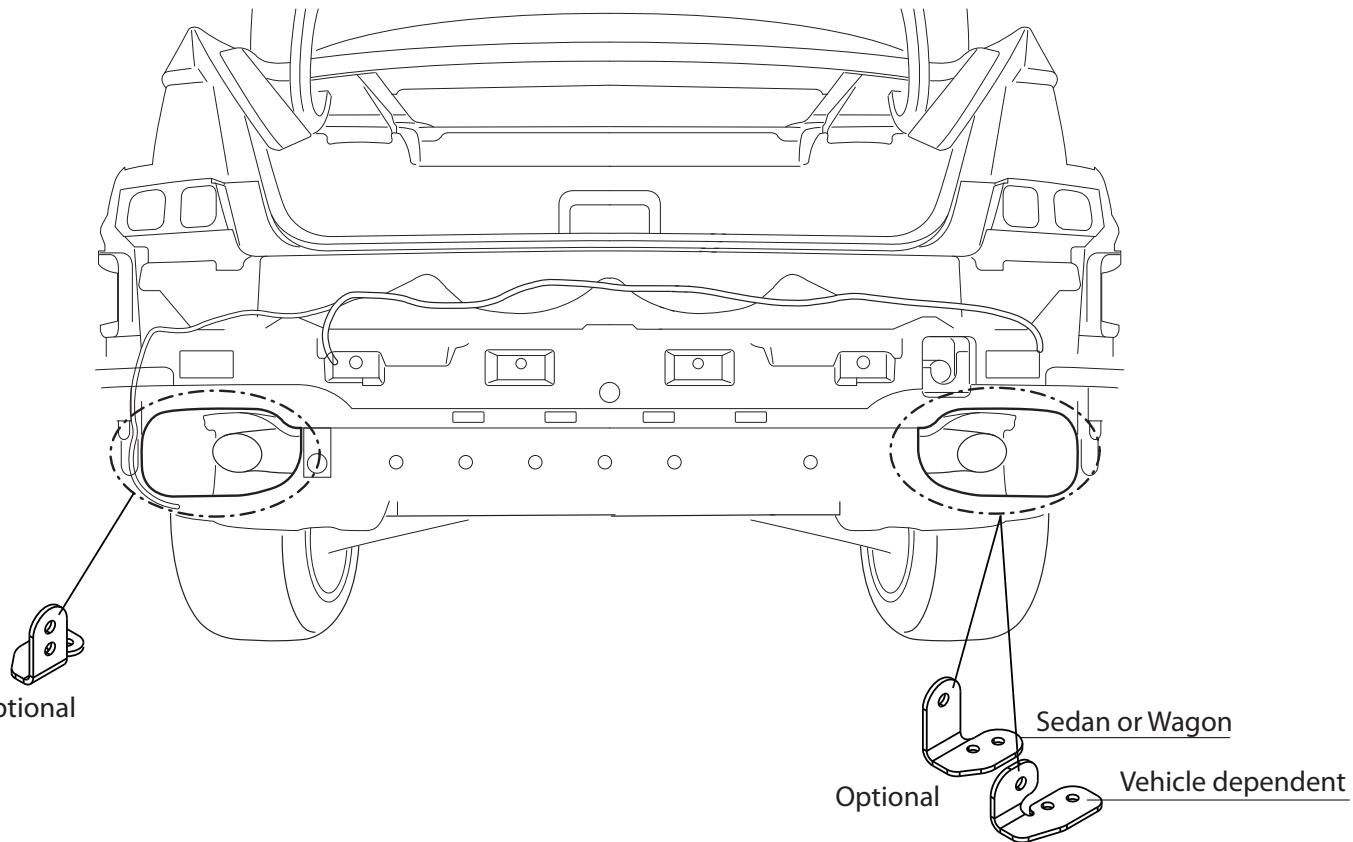

Fig.2
3. **Внимание:** у тех моделей, у которых были сняты кронштейны выхлопной трубы, поставить их снова на место, используя полосы В и С в точках D и Е. См. рисунок 2.